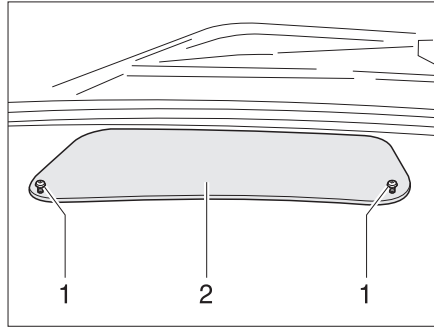
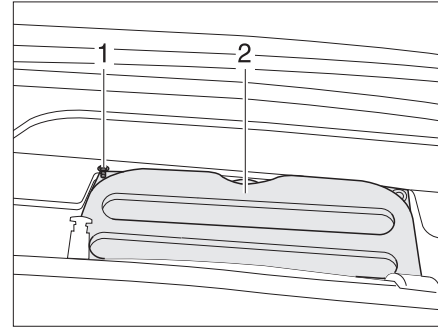

Fig. 32 Cubierta en el salpicadero
Fig. 33 Cubierta para el compartimento del motor
- Soltar dos tornillos (Fig. 32,1) y retirar la cubierta (Fig. 32,2).
- Desenroscar seis tornillos de hexágono interior (Fig. 33,1) y retirarlos con arandelas.
- Retirar la cubierta (Fig. 33,2).
- Apretar las dos tapas (Fig. 33,2 y Fig. 32,2) de nuevo.